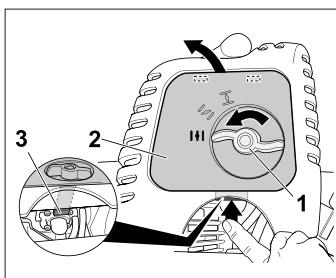

Fig. 18
- Colocar a alavancinha do afogador (1), [Fig. 18], na posição 3, . Só é possível extraír a cobertura do filtro de ar nesta posição. Abrir a cobertura do filtro de ar: apertar a trava de retenção (3) e retirar a cobertura (2).